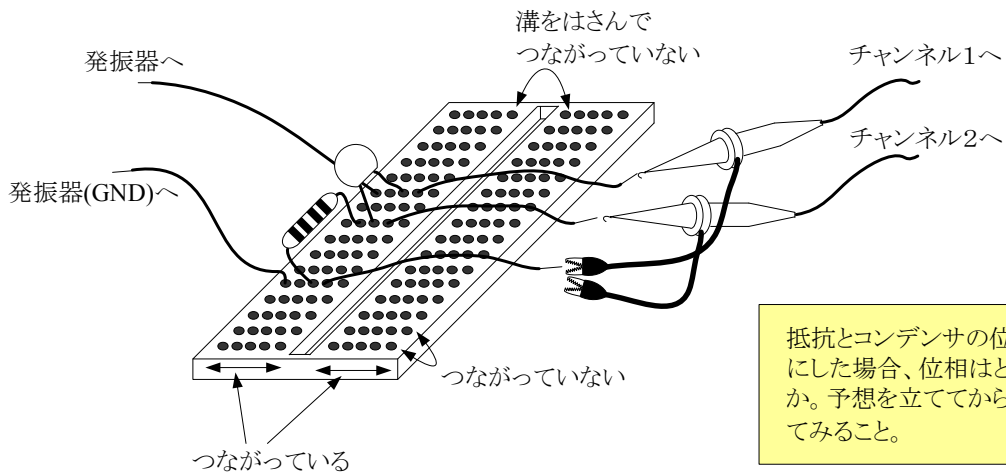

図14 位相の測定
- (4) 図14のようにブレッドボードに抵抗とコンデンサを直列につなぎ、図13に示した2つの波形の時間差 t と周期 T を測定し、(1)式より位相差 θ を求めなさい。結果を表5のようにまとめること。